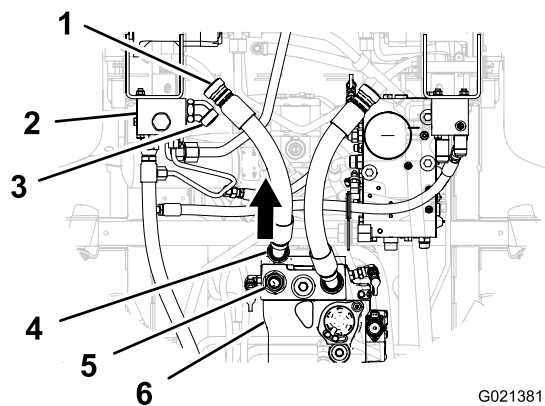

Figura 17
2. Retire el acoplamiento de 45° de la manguera de presión del acoplamiento recto de la bomba hidráulica (Figura 17).